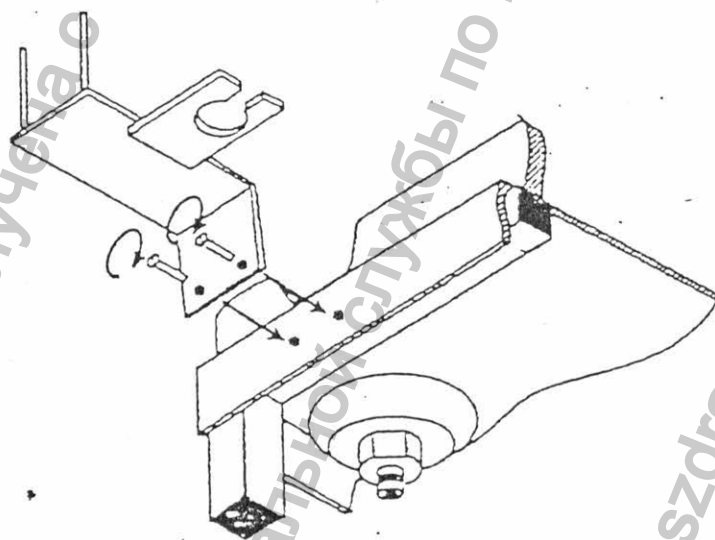

Рис. 8 Крепление кронштейна для эндоскопа к передвижной стойке Комплекса
6.1.5. Распаковать и присоединить к левому торцу передвижной стойки кронштейн для крепления оптической части погружаемых эндоскопов (рис. 8).